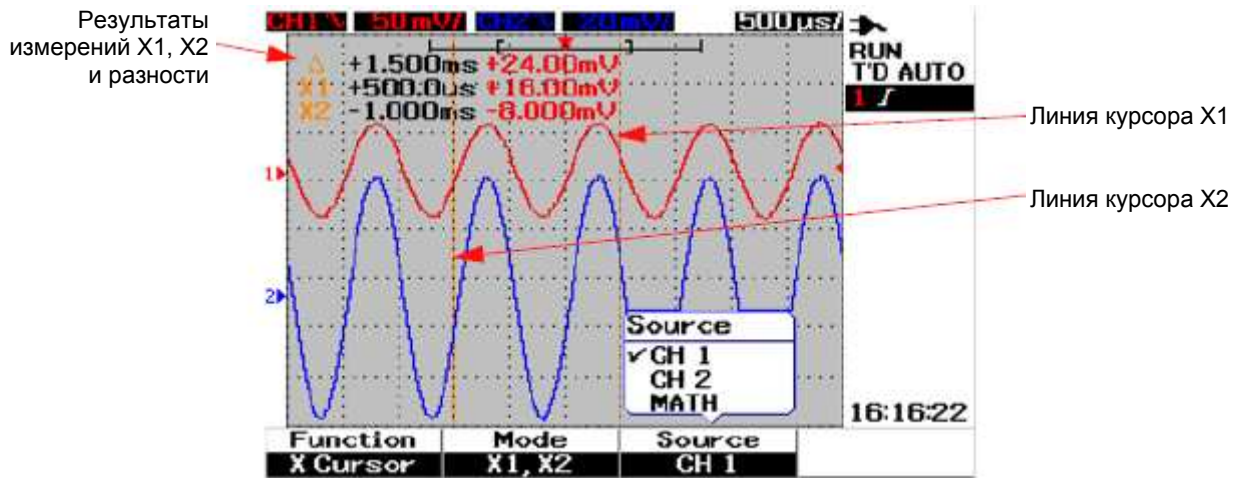

Рис. 3-24 Измерения с курсорами X для сигнала в канале 1 с линиями курсоров X1 и X2
4. На рис. 3-24 выбраны обе линии курсоров (режим X1 and X2), причем измерения выполняются для сигнала в канале 1.